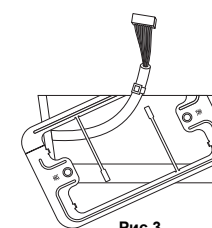

Рис.3
2. Пропустите провод сквозь прилагаемый монтажный кронштейн и вставьте кронштейн в установочное отверстие. (Рис. 3)